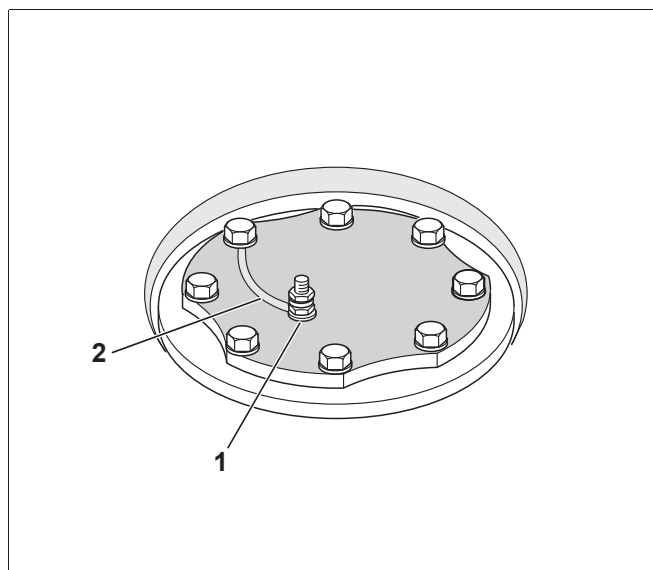

Рис. 16 Монтаж магниевого анода (схематичное изображение)
- ▶ Уложите кольцевой наконечник заземляющего провода и заверните болты (рис. 16).